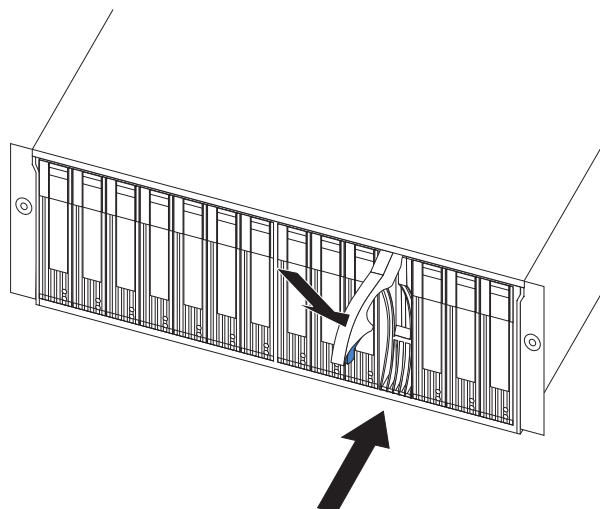

図39. ホット・スワップ・ハード・ディスク・トレイ・ハンドルを閉じる
- b. 49 ページの図 39 に示すように、トレイ・ハンドルを閉じる (ラッチがかかった) 位置に押し下げます。